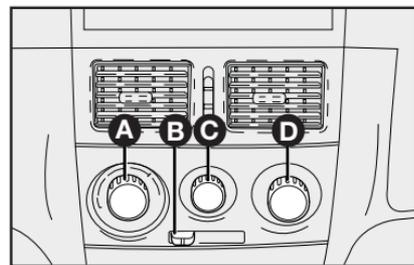

fig. 52
### COMANDOS - fig. 52
1) Seletor para a temperatura do ar **A-fig. 52** totalmente posicionado à esquerda.
2) Seletor do ventilador **C-fig. 52** posicionado na velocidade máxima.
3) Seletor de distribuição do ar **D-fig. 52** apontado para ; controlar para que todas as saídas de ar estejam totalmente abertas.
4) Ligar o ar-condicionado apertando o seletor **C-fig. 52**.
O ar-condicionado é muito útil para acelerar o desembaçamento, pois desumidifica o ar. É suficiente regular os comandos para a função de desembaçamento e ativar o condicionador, apertando o seletor **C-fig. 52**.
1) Condicionador de ar ligado: seletor **C-fig. 52**.
5) Recirculação do ar: desligada. Botão **B-fig. 52**.